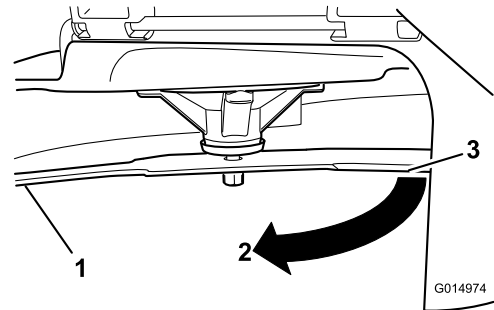

**Figura 50**
2. Llevando guantes fuertemente acolchados u otro tipo de protección apropiada para las manos, gire la cuchilla lentamente hasta una posición que permita medir la distancia entre el filo de corte y la superficie nivelada en la que descansa la máquina (Figura 50).